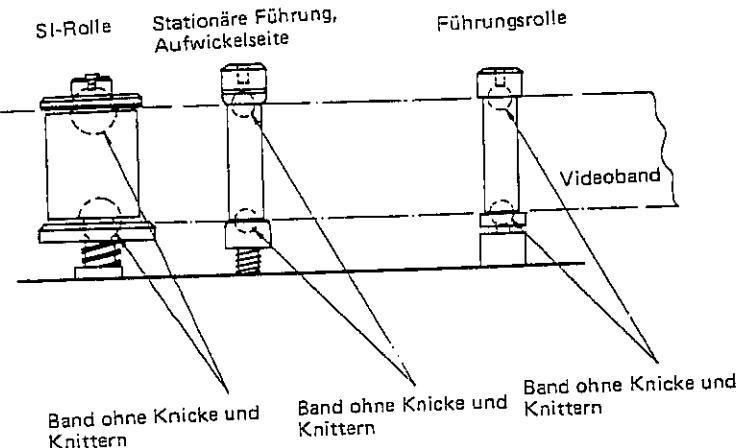

Abbildung 21.
- Wie aus Abb. 21 ersichtlich, überprüft man bei laufendem Band, ob die Kanten des Videobands nicht geknickt bzw. geknittert werden.
- Nachdem die Einstellung abgeschlossen ist, auf jeden Fall den Bandlauf einstellen, desgleichen sollte man vor Durchführung der Überprüfungen gemäß Abb. 21 die T- und S-Führungsrollen einstellen.